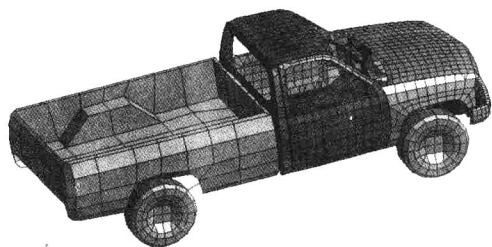
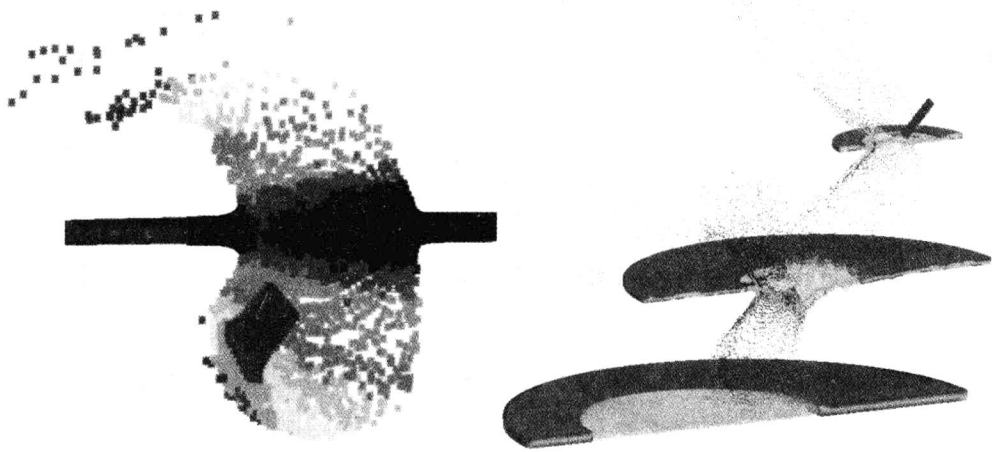

图 1.1 汽车有限元模型
图 1.10 超高速空间撞击模拟
PAM-CRASH 以其强大的功能、精确的模拟计算结果,被广大的世界知名用户所选用,在其产品的设计开发过程中创造了巨大的价值,发挥了无可取代的作用,受到一致好评。图 1.1~图 1.10 显示了 PAM-CRASH 在部分行业的应用情况,所有图形均为真实的有限元模型。
(1)汽车行业,如图 1.1~图 1.4 所示。
(4) 航空航天, 如图 1.8~图 1.10 所示。